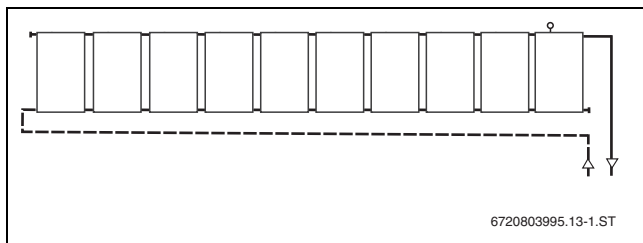

Bild 17 Wechselseitiger Anschluss (1 Reihe)
- ▶ Kollektorfeld wechselseitig anschließen (→ Bild 17).